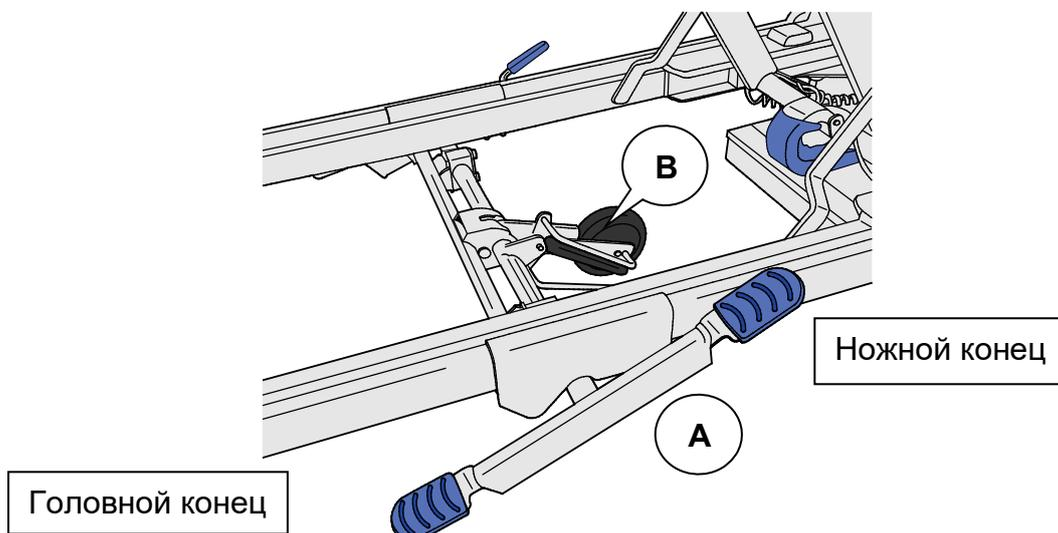

Рис. 1 — педаль активации 5-го колеса
1. Наступите на головной конец педали активации 5-го колеса (А). (См. рис. 1) 5-е колесо (В) опустится до касания с полом.
1. Наступите на ножной конец педали активации 5-го колеса (А). (См. рис. 1)